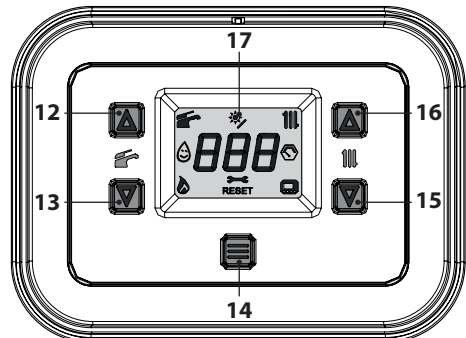
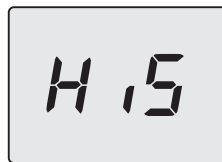

Figura 7.8
Figura 7.9
- Entrare in "modalità programmazione" premendo contemporaneamente per 5 secondi i tasti 13 e 15 (Figura 7.8) fino a far apparire sul display LCD le lettere **HiS** che indicano il menu "Storico delle caldaia" (Figura 7.9).
- Premere il tasto 14 (Figura 7.8) fino a far apparire sul display LCD le lettere **StF** (Start Full) (Figura 7.11).
- tenere premuti contemporaneamente i tasti 13 e 15 per 1 sec. (Figura 7.8) (ritorno al livel-